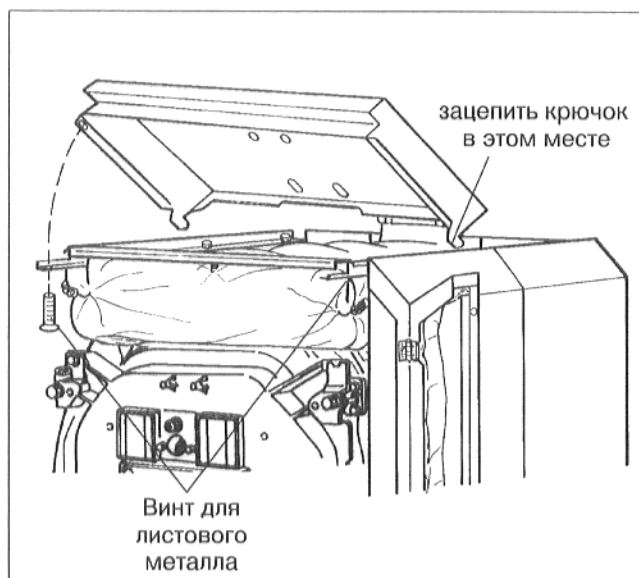

Рис. 39
- Зацепить передний кожух (рис. 39) двумя крючками в передние боковые стенки.
- Привинтить передний кожух двумя винтами для листового металла снизу к продольным траверсам (рис. 39).